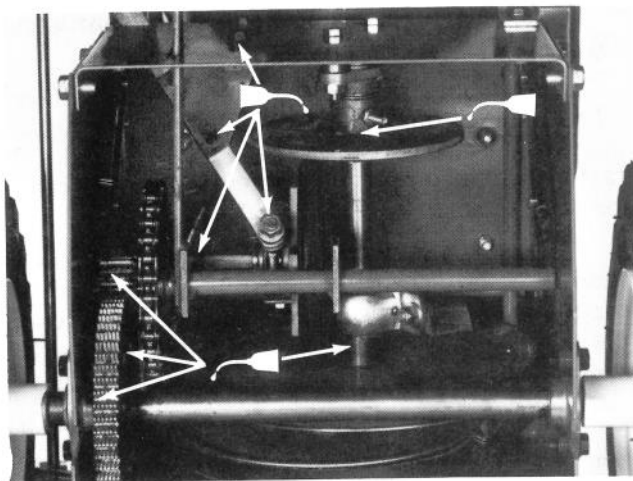

Figure 28
5. Lubrifiez alors légèrement la chaîne et les roulements des pignons de transmission, les anneaux de nylon et l'arbre hexagonal et les autres points de pivotement avec de l'huile SAE 10W40 (Fig. 28).